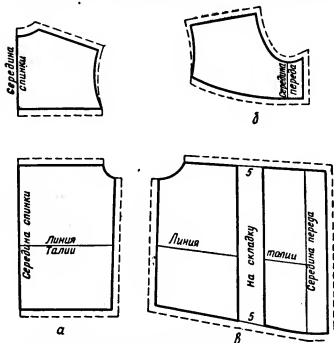

Рис. 326. Подготовка выкройки жакета с отрезной кокеткой и встречными складками к раскрою:
**Спинка.** Выкройку спинки укладывают так, чтобы середина кокетки и низа жакета (рис. 326, а) были по долевой нити на сгибе
**Полочка.** Кокетку полочки укладывают так, чтобы ее середина была по долевой нити ткани (рис. 326, б). Середину полочки жакета укладывают на ткани так, чтобы она была по долевой нити (рис. 326, в).